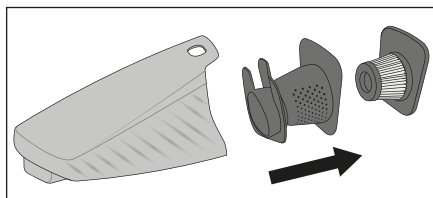

Fig. 4
- Commencez par sortir le filtre EPA 5 et ensuite le filtre grossier 6 hors du bac à poussière 7 (fig. 4). Tapotez ces deux pièces au-dessus d'une poubelle ou similaire. Si nécessaire, vous pouvez rincer le filtre EPA 5 à l'eau claire. Ensuite, laissez-le sécher entièrement à l'air.